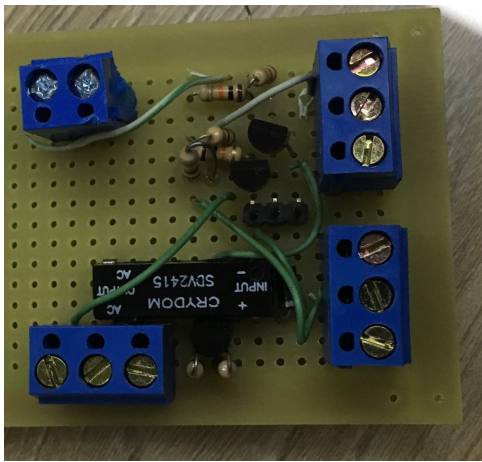

Figura 5. Circuito para Interfaces Digitais
4) *Circuitos montados*: Os três circuitos para interfaces digitais foram montados na mesma placa perfurada como mostra a Figura 5. Em todos os circuitos o mosfet escolhido foi o BS170.